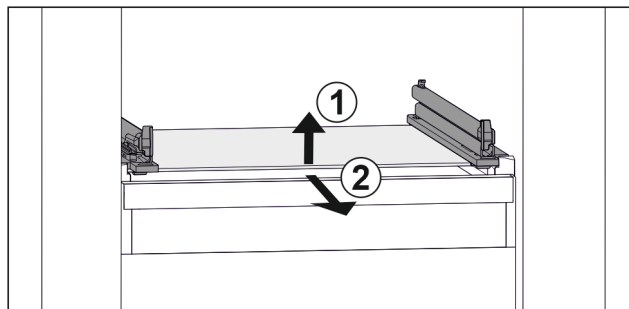

Fig. 74 Reprezentare exemplificativă a plăcii de sticlă
- ▶ Ridicați placa de sticlă din față. Fig. 74 (1)
- ▶ Extrageți placa de sticlă spre înainte. Fig. 74 (2)